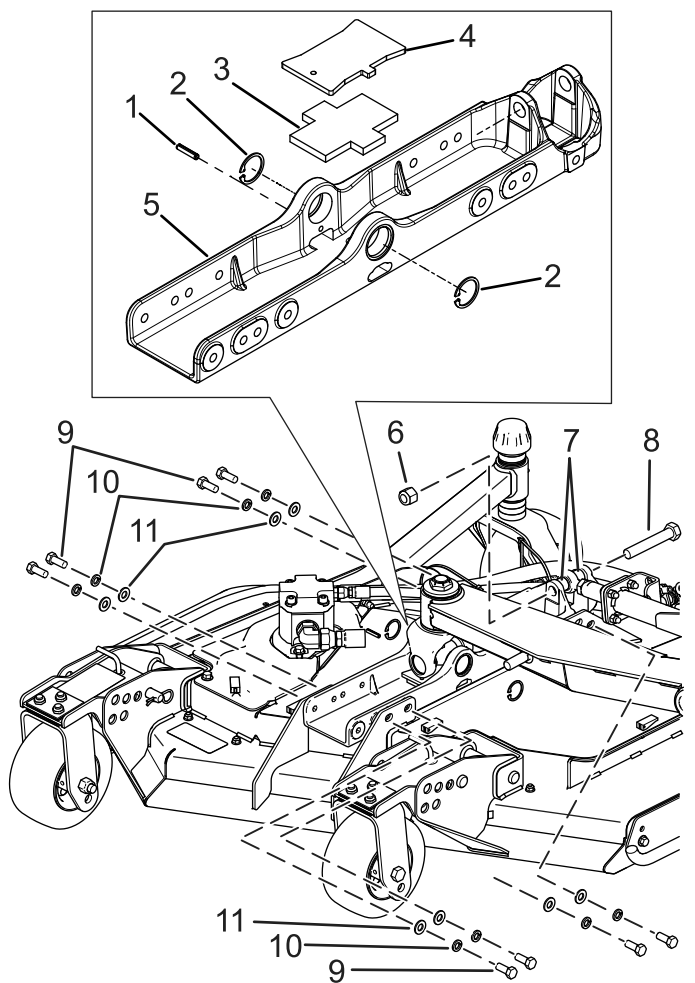
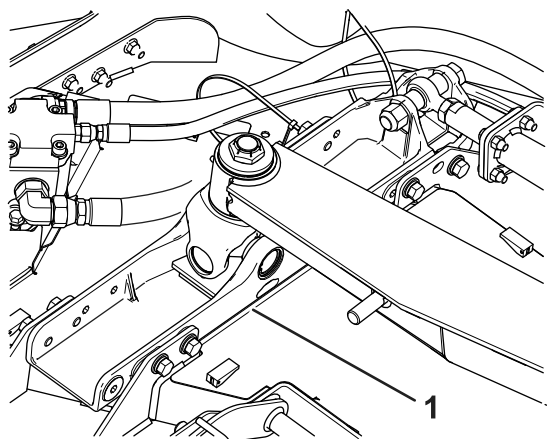

Figure 3
Figure 4
1. Retirez les circlips de chaque côté du joint en U, comme montré à la Figure 3.
3. Retirez le long boulon existant (Figure 3).
4. Déposez la plaque et le coussinet en caoutchouc (Figure 3). Mettez la plaque au rebut.
5. Retirez les boulons qui fixent le support du plateau sur l'unité de coupe (Figure 3).
6. Retirez le boulon, le contre-écrou et les entretoises qui fixent le vérin hydraulique au support du plateau. Mettez les fixations et le support de plateau existants au rebut (Figure 3).
9. Installez les boulons qui fixent le support de plateau sur l'unité de coupe (Figure 3 et Figure 4) ; serrez-les à 102 N·m.
10. Installez les capuchons du joint en U et fixez-les en place avec les circlips retirés précédemment (Figure 3).
11. Fixez le vérin hydraulique sur le support de plateau à l'aide d'un boulon (3/4" x 4 1/2"), d'un contre-écrou (3/4") et de rondelles (Figure 3) ; serrez à 136 N·m.